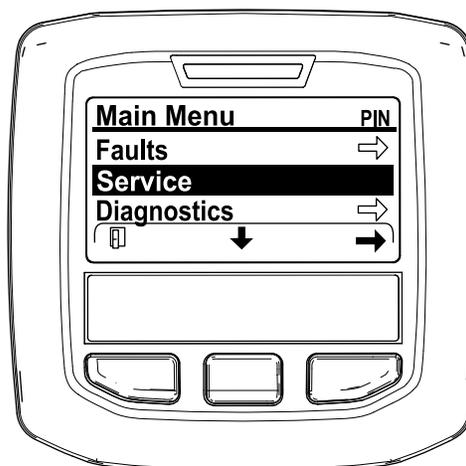

図 42
2. メインメニュー MAIN MENU画面で、中央ボタンを押して整備 SERVICEメニューへ移動し、右ボタンで整備 SERVICEを選択する 図 42。